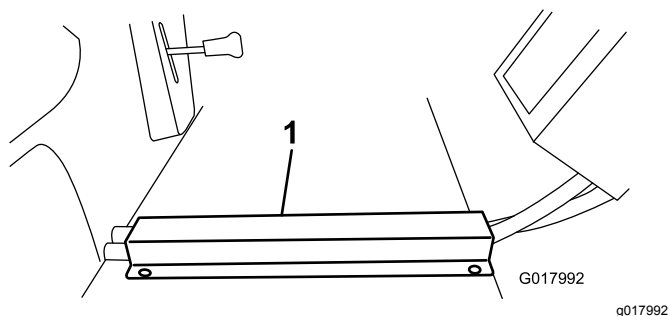

Рисунок 29
3. Установите канал для шлангов над шлангами на полу автомобиля и выровняйте передний край по переднему краю пола. Отметьте и просверлите отверстия в полу автомобиля и заверните самонарезающие шурупы (Рисунок 29).